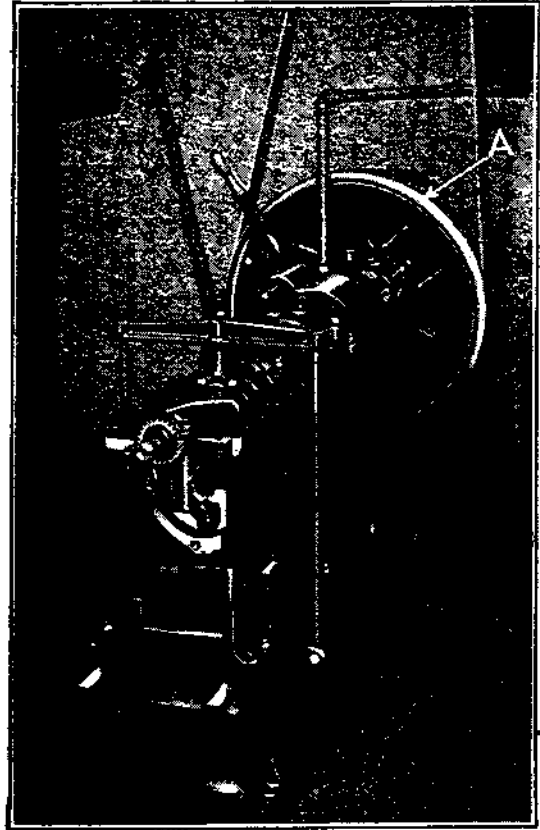

Fig. 171
**248** — Il faut maintenant roder le vilebrequin. Cette opération nécessite un banc d'entraînement. (Voir fig. 171.) En faisant tourner le vilebrequin à environ 700 tours à la minute le brunissage s'effectue en une ou deux minutes. Les paliers doivent fumer abondamment; ne pas ménager l'huile pendant le rodage. S'ils ne fument pas, il y a trop de jeu et il faut enlever quelques cales des chapeaux, resserrer les paliers et les roder à nouveau.
**249** — Lorsqu'ils sont suffisamment rodés, le vilebrequin peut être retourné à l'aide du volant de commande (voir A, fig. 171) ou avec un levier de 50 c/m.